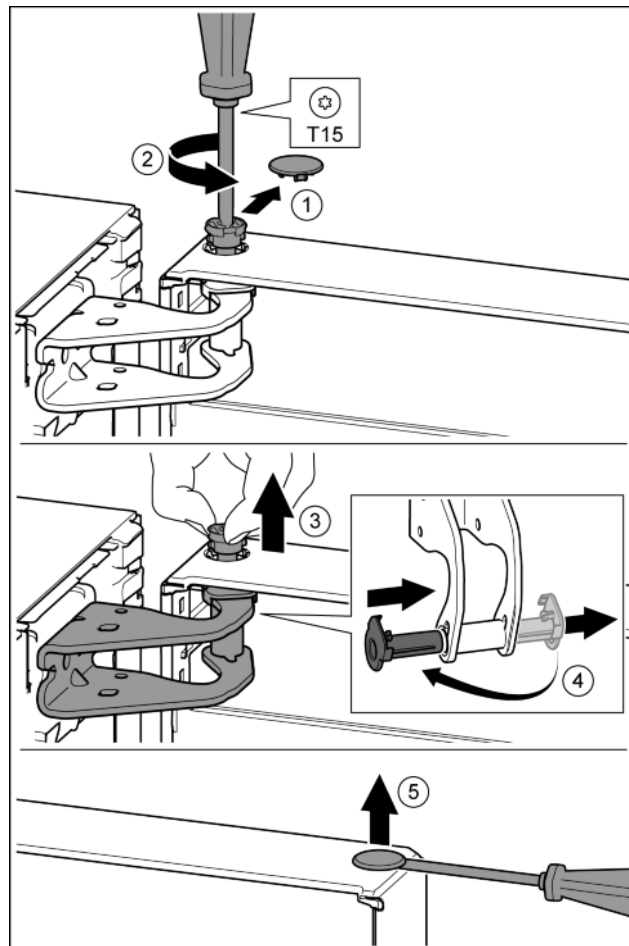

Fig. 11
- Oprezno skinite sigurnosni pokrov. Fig. 11 (1)
- Odvijačem T15 malo odvijte svornjak. Fig. 11 (2)
- Čvrsto držite vrata i prstima izvucite svornjak. Fig. 11 (3)
- Izvucite čahuru ležaja iz vodilice. Umetnite s druge strane i pustite da uskoči. Fig. 11 (4)
- Odvijačem s ravnom glavom oprežno podignite čep iz čahure ležaja vrata i izvucite ga. Fig. 11 (5)